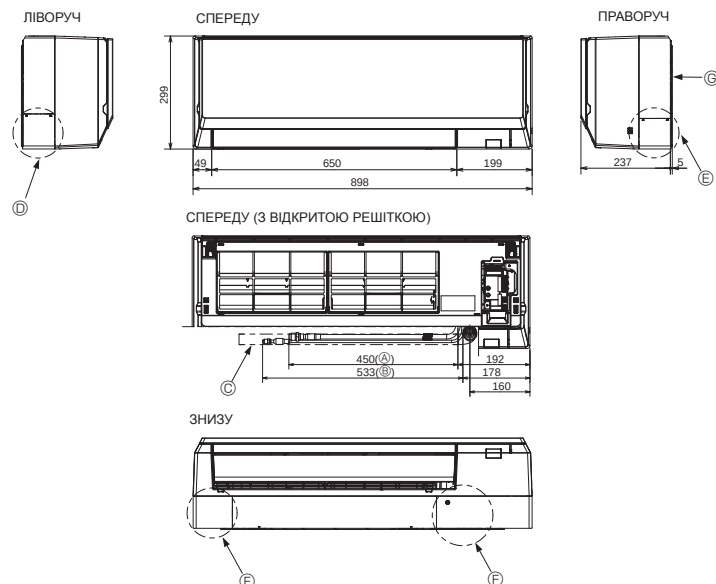

Fig. 4-3
4.3. Розташування труби холодоагенту та дренажної труби (Fig. 4-3)